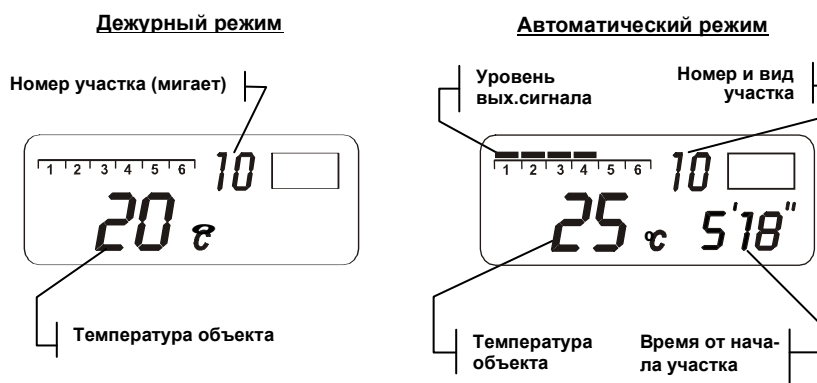

Рисунок 4 Индикация текущих параметров
1.4.6 После подключения регулятора к сети на индикаторе всегда появляются текущие параметры (см. рисунок 4).